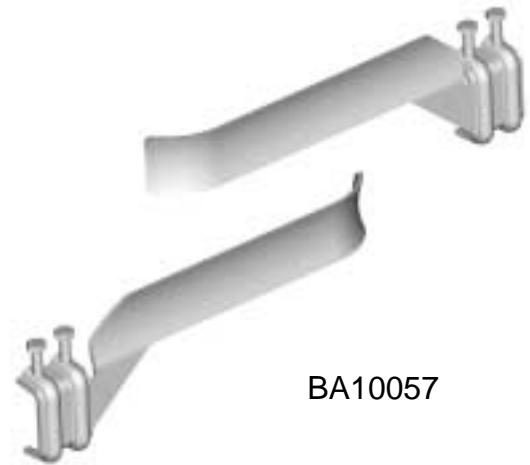

Fig. 7
Per determinare la corsa della parte mobile si devono posizionare due camme alle estremità della cremagliera (Fig. 7).
- 1 - **Dopo aver posizionato le camme di finecorsa sulla cremagliera (Fig.7 pag.4)** mettere il Dip1 in posizione ON. Il led DL5 inizia a lampeggiare.